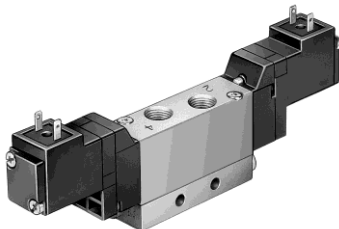

Fig. 19.
- Individueel ventiel op basisplaat met aansluiting van de uitgangen op het ventiel (Fig. 19).